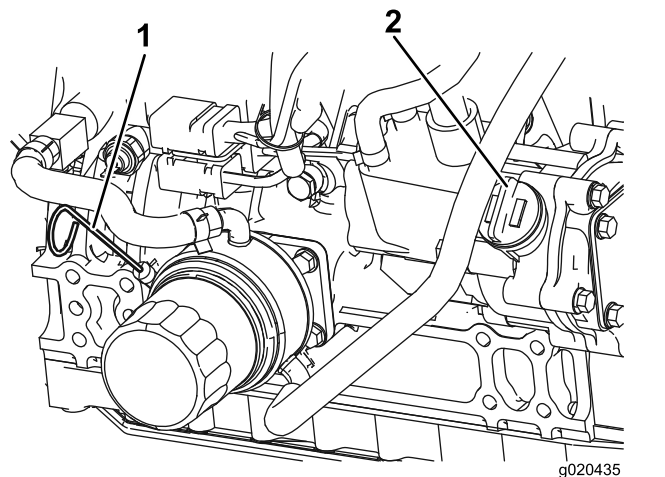

図 58
注 オイル量が安全レンジ内にあればよい図 58。
4. 不足している場合安全範囲よりも下は、補給管についているキャップ図 58 を取り、Full 位置までオイルを補給する。入れすぎないこと。